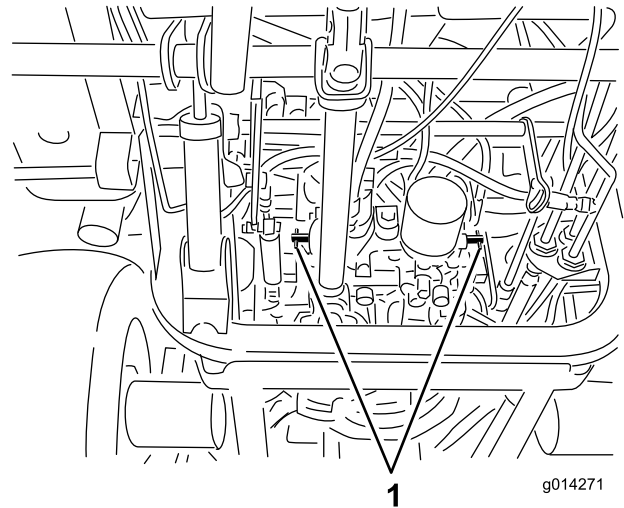

Figura 27
4. Gire las válvulas de desvío una vuelta en el sentido contrario a las agujas del reloj (Figura 27).
Gire cada válvula de desvío una vuelta en el sentido de las agujas del reloj y apriételas a mano (apriete de 8 N·m aproximadamente) (Figura 27).